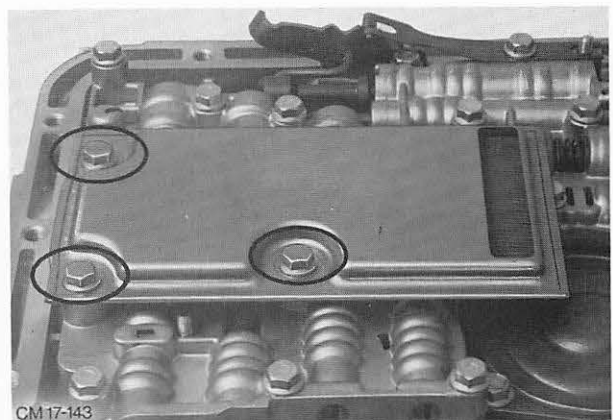

Abb. 117 Ölsieb montieren
4. Servokolben mit Feder in das Gehäuse einsetzen und Deckel mit neuer Dichtung anbauen. Ölsieb mit neuer Dichtung montieren. Abb. 117.